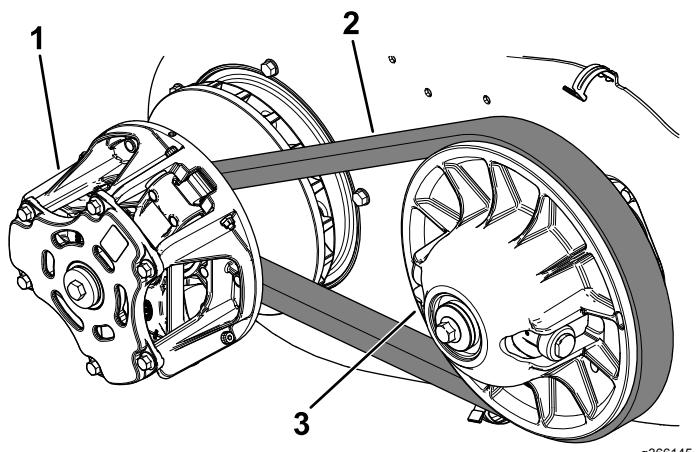

図 112
6. ベルト 図 112を手で回転させながら、磨耗や破損がないかを点検する。
7. 圧縮空気を使用してクラッチを丁寧に清掃する 図 112。
6. ベルト上部を持って2次クラッチを押し広げるようにしてクラッチに押し込み、クラッチを回しながら2次クラッチにベルトを巻き付けるようにして取り付ける 図 112。
7. 1次クラッチからベルトを外す (図 112)。
8. 新しいベルトを一次クラッチに掛ける 図 112。
9. 2次クラッチを回しながら2次クラッチ部分でベルトを外す (図 112)。